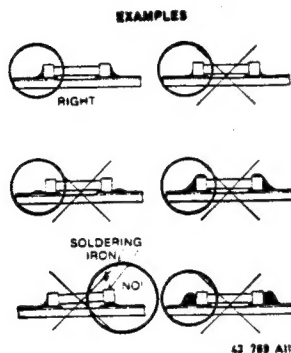

Fig. 6
- Die Lötzinmenge muss der GröÖe der Lötfläche entsprechen. Bei einer zu grossen Menge kann das SMD reissen, oder die Lötflächen können von der Printplatte losgezogen werden (siehe Bild 6).